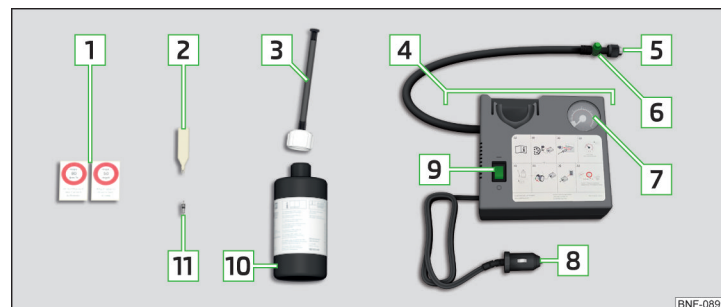

Fig. 334 Descripción del kit de averías
- Introducir el atornillador de inserto de válvula **2** » fig. 334 de la pág. 305 sobre el inserto de válvula de la manera que el inserto de válvula cabe en la ranura del atornillador de inserto de válvula.
- Enrosque fija la manguera de llenado del neumático **5** » fig. 334 de la pág. 305 sobre la válvula del neumático.